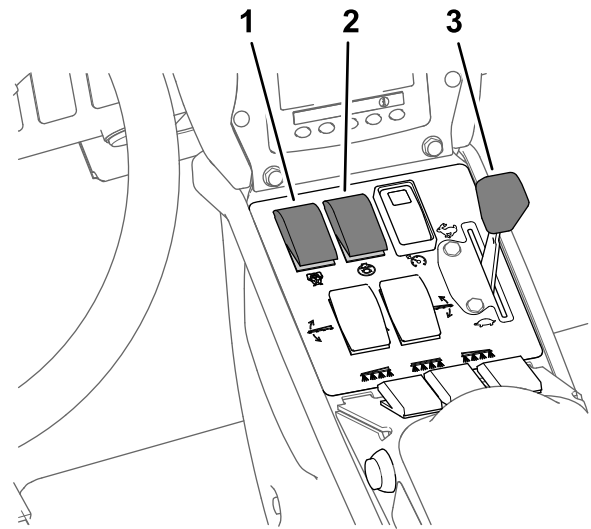

Bild 37
8. Stellen Sie den Rührwerk- und Sprühpumpenschalter in die EIN-Stellung (**Bild 37**).
9. Stellen Sie die Gasbedienung in die SCHNELL-Stellung (**Bild 37**).
Hinweis: In diesem Schritt wird vorausgesetzt, dass die Sprühpumpe eingeschaltet ist, siehe **Bild 37** in **Sprühen im Dosierungsmodus (Seite 37)**.
4. Stellen Sie die Gasbedienung auf die gewünschte Motordrehzahl, siehe Bild 37 in Sprühen im Dosierungsmodus \(Seite 37\).